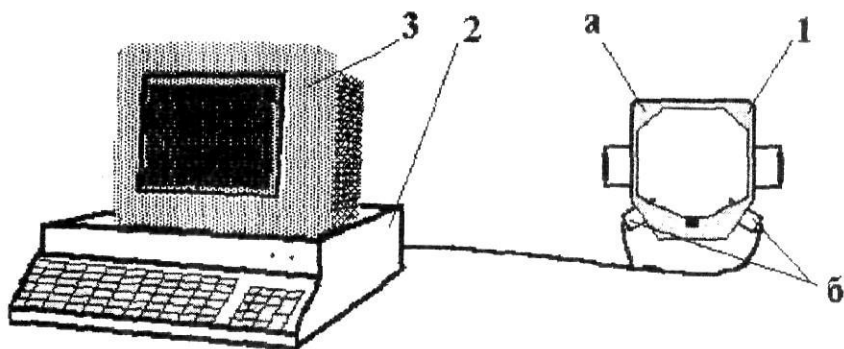

Рис. 1
4.1. Установка УПП-01 включает: (рис.1).
6.1. Установка размещается на столе (см. рис.1). Возможно другое размещение установки с учетом рабочего места оператора и пространства, необходимого для доступа к задней панели пульта управления установкой .